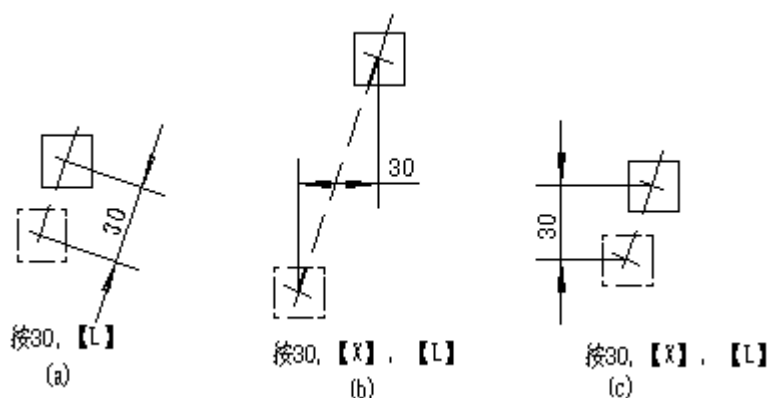

图 4.1-4
① 移动距离为 1mm：按一下【L】（【K】），沿（逆）光标方向移动 1mm。
② 移动距离为 10mm：按【Shift（左）】+【L】（【Shift（左）】+【K】），沿（逆）光标方向移动 10mm。
③ 移动给定距离：先键入一数据，然后按【L】（或【K】），沿（逆）光标方向移动给定距离，如图 4.1-4(a)所示；
先键入一数据和【X】（或【Y】），再按【L】（或【K】），光标沿（逆）光标方向移动相应距离，该距离的X(或Y)方向分量为给定值。如图 4.1-4 (b)、(c)所示。